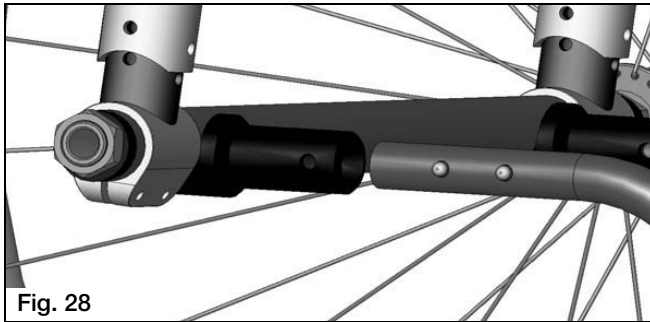

Fig. 28
1. Installing Anti-Tips (Fig. 28)